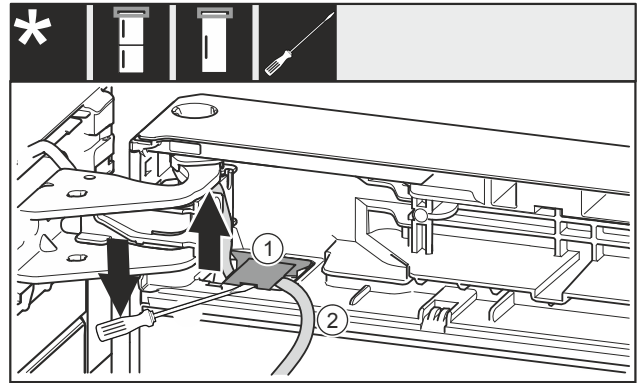

Fig. 21
- ▶ Mit Schlitzschraubendreher die Abdeckung Fig. 21 (1) anheben und herausziehen.
- ▶ Kabel Fig. 21 (2) herausziehen.